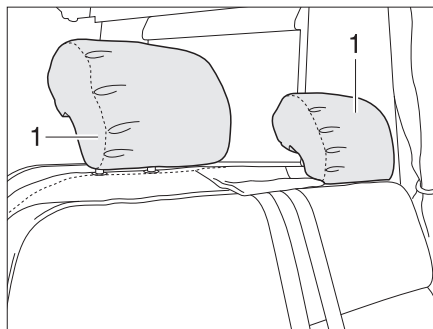

Fig. 17 Poggiatesta del sedile (Variante 1)
*Variante 1* ■ Tirare verso l'alto o spingere verso il basso i poggiatesta (Fig. 17,1).